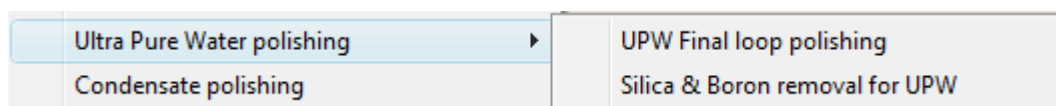

Figura 5.5: Menú desplegable de “Ultra Pure Water polishing”
- “Ultra Pure Water polishing”: Pulir agua ultra pura. Dentro de ésta opción hay otras dos (figura 5.5): “UPW Final loop polishing”, pulir el último bucle del agua ultra pura y “Silica & Boron removal for UPW”, eliminar del agua ultra pura el boro y la sílice.